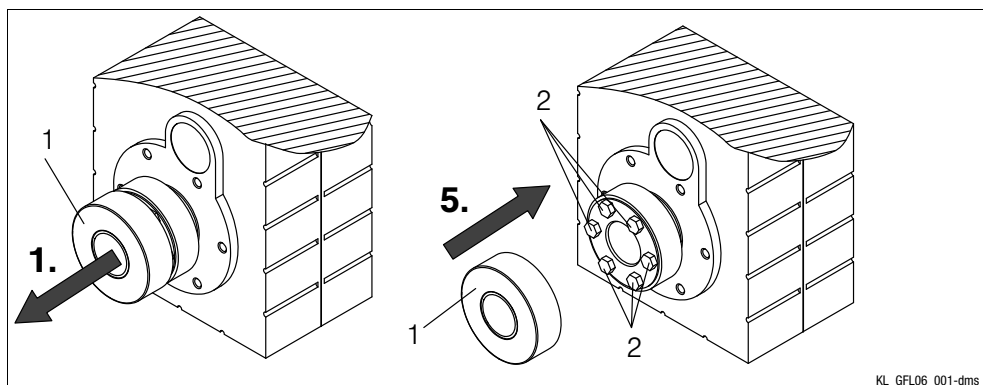

Рис. 7
8. Надеть защитный колпачок (1Рис. 7) на стяжную шайбу.